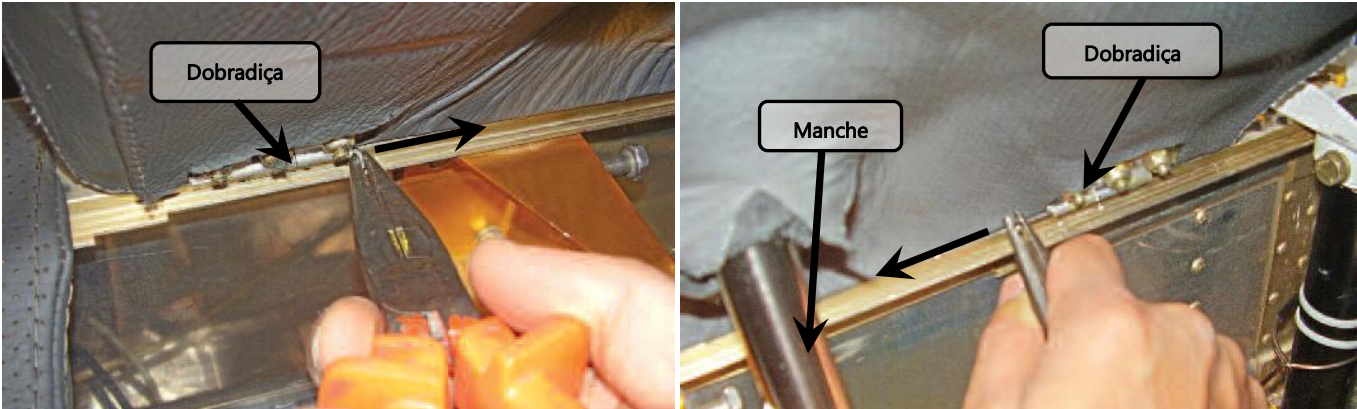

Figura 25.10.7 – Remoção dos pinos das dobradiças
6. Remover com o auxílio de um alicate de bico os pinos das duas dobradiças, esquerda e direita. Ver figura 25.10.7.